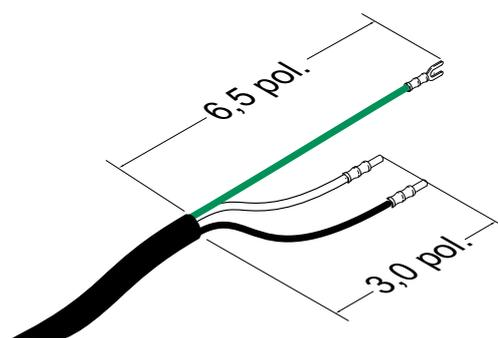

FIG. 13: Cabo de alimentação
1. Coloque o interruptor de desativação (AZ) em OFF.
- Adicione terminais, se necessário. Consulte a FIG. 13.